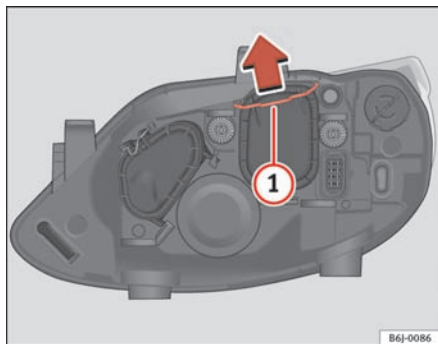

Fig. 132 Nærlys
- Flyt bøjlen ⇒ fig. 132 ① i pilens retning, og tag afdækningen af.